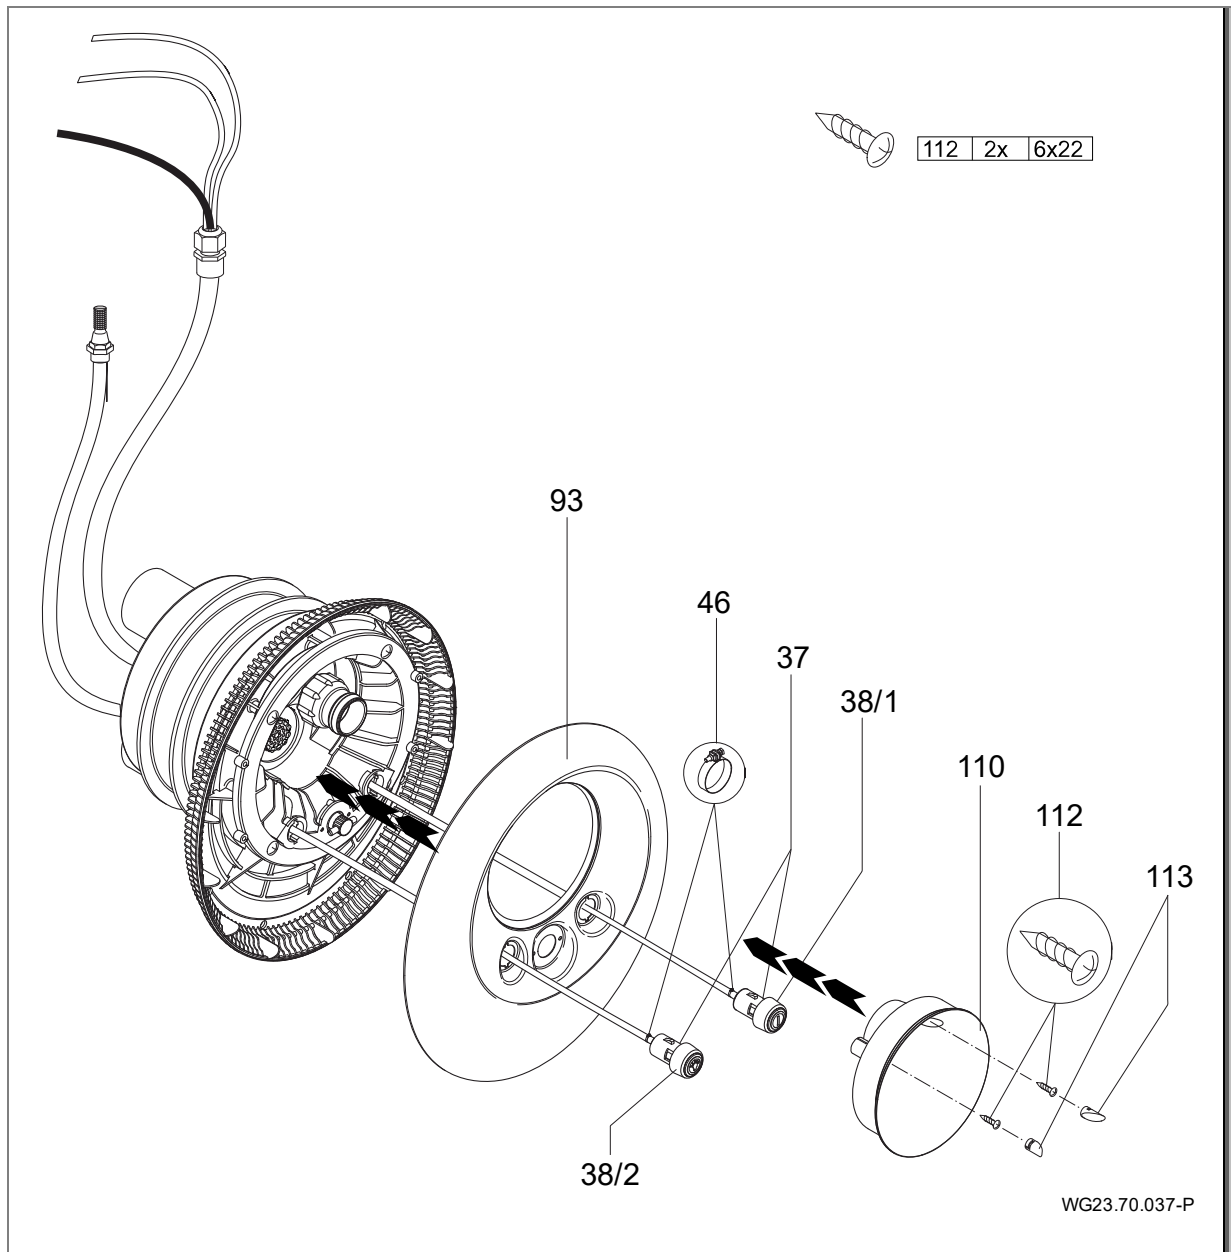

Bild 19
7. Dra pneumatikslangarna genom öppningarna i kåpan av rostfritt stål (93); belysning AV/PÅ vänster, pump AV/PÅ höger och fäst den vid motsvarande knappar med slangklämmor (46). (Bild 19)